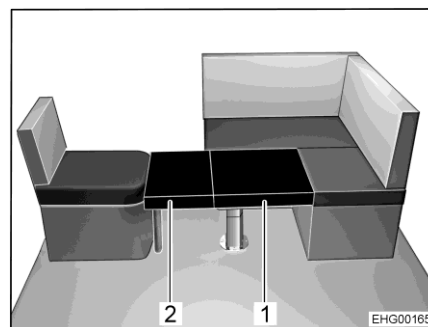

Fig. 118 Après la transformation
La dînette en L peut, avec le siège individuel latéral et la table à hauteur réglable décalable, être transformée en un lit supplémentaire. Deux coussins supplémentaires sont nécessaires pour obtenir une couchette. L'un des coussins supplémentaires (Fig. 118,2) est doté d'un repose-pieds dépliable et d'une équerre de support. L'autre coussin supplémentaire (Fig. 118,1) doit être posé sur le plateau de table.
- Déplier le repose-pieds sur le plus petit des coussins supplémentaires (Fig. 118,2).
- Accrocher l'équerre de support du coussin supplémentaire (Fig. 118,2) au siège individuel et poser le coussin sur le plateau de table.
- Poser le second coussin supplémentaire (Fig. 118,1) sur le plateau de table.